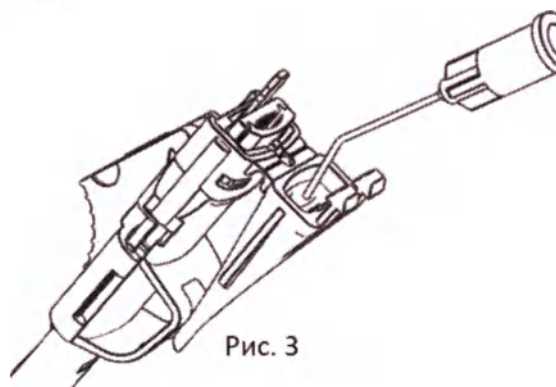

Рис. 3
5. Введите вязкоэластик в форсунку картриджа с тыльной стороны, как показано на Рис. 3.